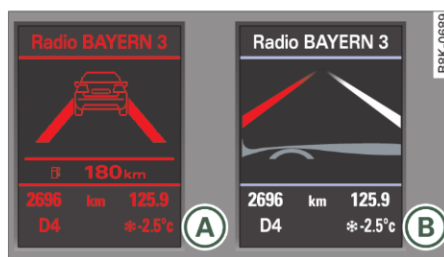

Fig. 126 Tabloul de bord: lane assist activat și avertizând
- o linie roșie clipește (stânga sau dreapta): Sistemul lane assist avertizează asupra părăsirii benzii de circulație ⇒ fig. 126. ►
- o linie roșie umplută (stânga sau dreapta): Sistemul lane assist avertizează asupra părăsirii benzii de circulație ⇒ *pagina 114*, fig. 126.